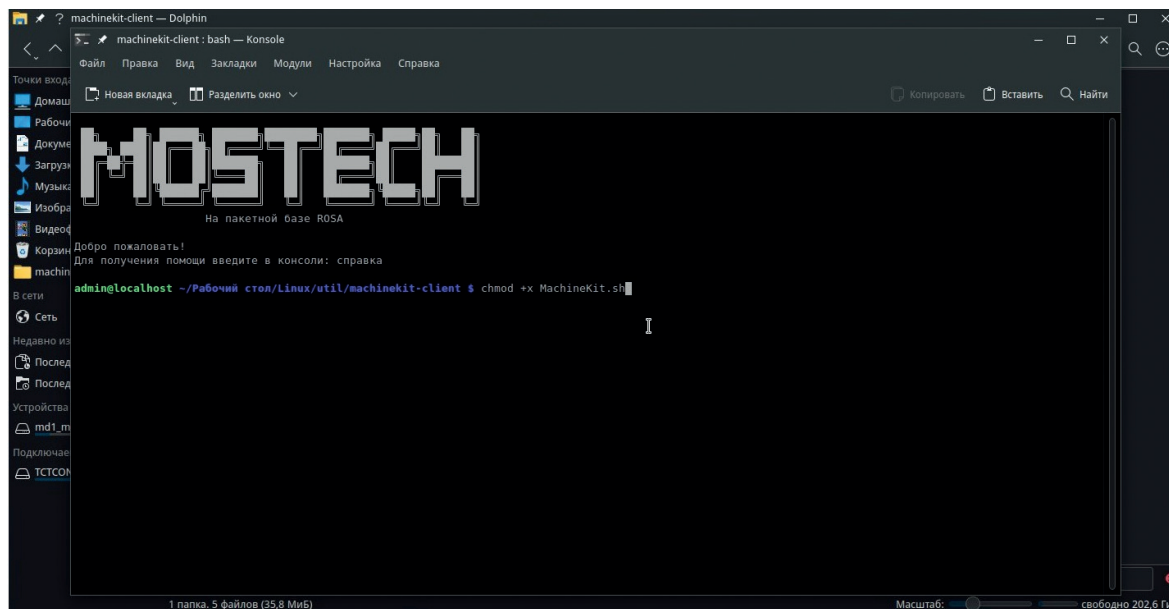

Рис. 11
- В окне терминала пропишите следующую команду (рис. 11):